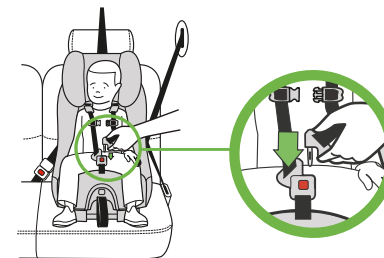

Figure 81
- Insérez les Languettes de la Boucle dans la Boucle, une à la fois, tel qu'illustré dans la **Figure 81**. Un déclic devrait se faire entendre.